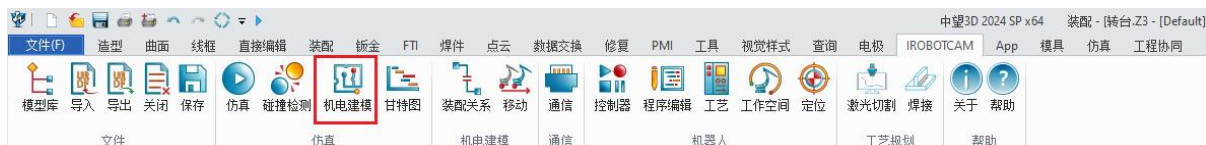

图 13-5: 机电建模按钮
- 在"IROBOTCAM"选项卡中, 点击"机电建模"按钮。(图 13-5)